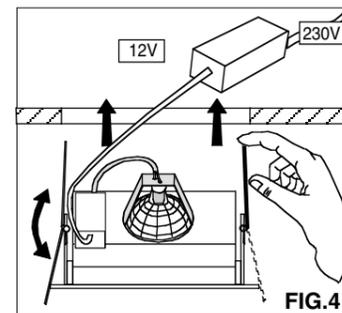
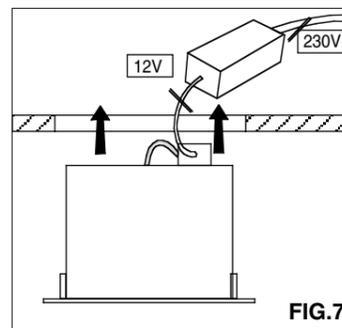
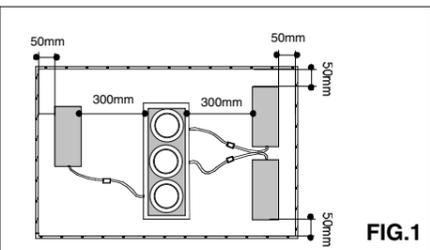

FIG.4
FIG.7
FIG.1
- Inserire il cassonetto nel foro del controsoffitto tenendo le staffe di fissaggio a filo ingombro (FIG.7) appoggiare la cassetta sul controsoffitto rispettando le distanze (FIG.1) Quindi avvitare le staffe fino a finecorsa. (FIG.6B)
- Lift the springs with your hands and insert the housing in the hole in the false ceiling FIG. 4 and place the gear box on the false ceiling, respecting the distances FIG. 1
- Lift the springs of the housing with your hands and insert the housing into the hole in the false ceiling FIG.7 and place the gear box on the false ceiling, respecting the distances FIG. 1
- Soulever les ressorts avec les mains et insérer le caisson dans le trou du faux plafond FIG.4 et appuyer le boîtier sur le faux plafond, en respectant les distances FIG.1.
- Soulevez les ressorts avec les mains et insérez le caisson dans le trou du faux plafond, en respectant les distances FIG. 1.
- Levantar los resortes con las manos y inserir el cajón en el agujero del cielo raso FIG. 4 y apoyar el equipo eléctrico sobre el cielo raso, respectando las distancias FIG. 1.
- Levantar los resortes con las manos y inserir el cajón en el agujero del cielo raso FIG.7 y apoyar el equipo eléctrico sobre el cielo raso, respectando las distancias FIG. 1.
- Die Feder des Kastens mit Ihren Händen aufziehen und den Kasten im Deckenausschnitt einsetzen FIG. 4 und das Vorschalgerät auf der Decke auflegen und dabei die Abständen beobachten FIG. 1
- Die Feder mit Ihren Händen aufziehen und den Kasten im Deckenausschnitt einsetzen FIG.7 und das Vorschalgerät auf der Decke auflegen und dabei die Abständen beobachten FIG. 1.